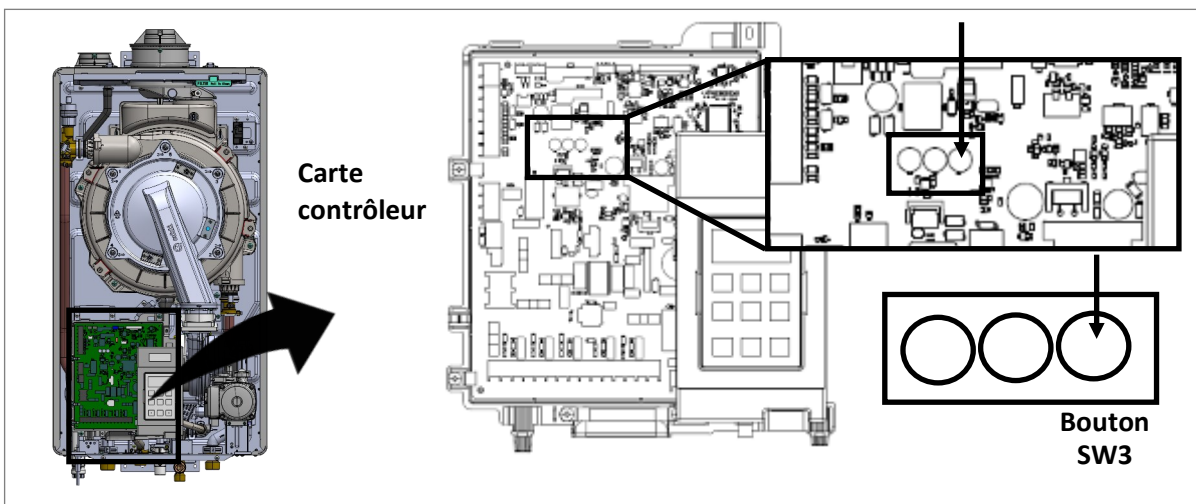
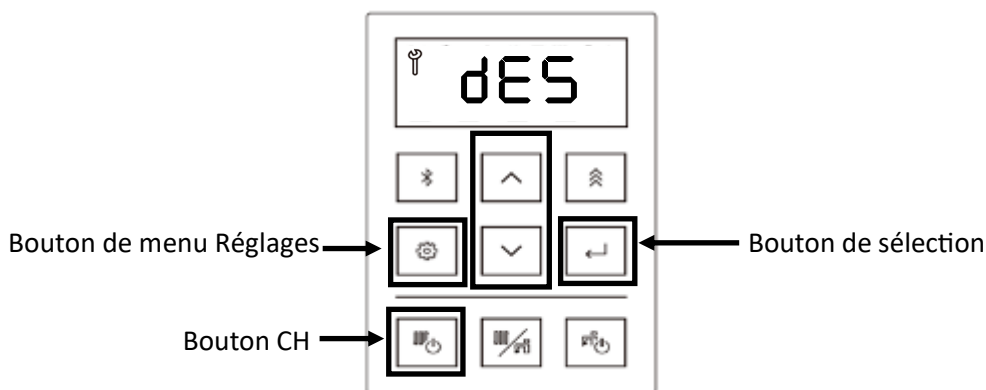

Figure 145
Figure 146
4. Appuyer sur le bouton SW3 de la carte contrôleur (figure 145).
5. Appuyer sur la touche fléchée haut ou bas du contrôleur pour sélectionner dES (détartrage) (figure 146).
6. Appuyer sur la touche de sélection pour sélectionner dES (figure 146).
**Remarque :** Si vous devez annuler cette procédure, vous pouvez appuyer sur le bouton du menu Paramètres du contrôleur (Figure 146) ou appuyer sur le bouton SW3 de la carte à circuit imprimé (Figure 145).